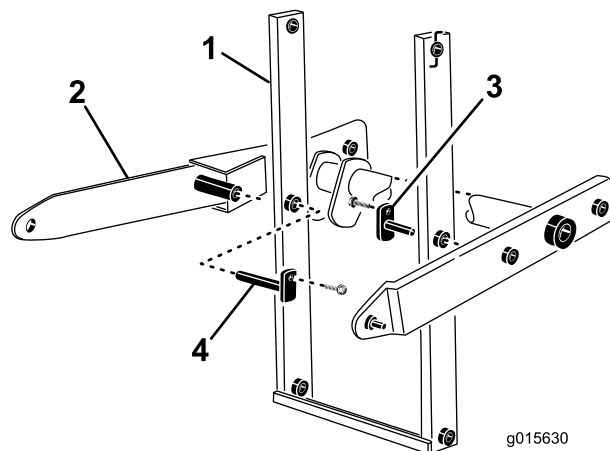

Figura 16
14. Montate i perni di montaggio saldati corto e lungo attraverso il gruppo del braccio e il gruppo del braccio di sollevamento principale (Figura 16).